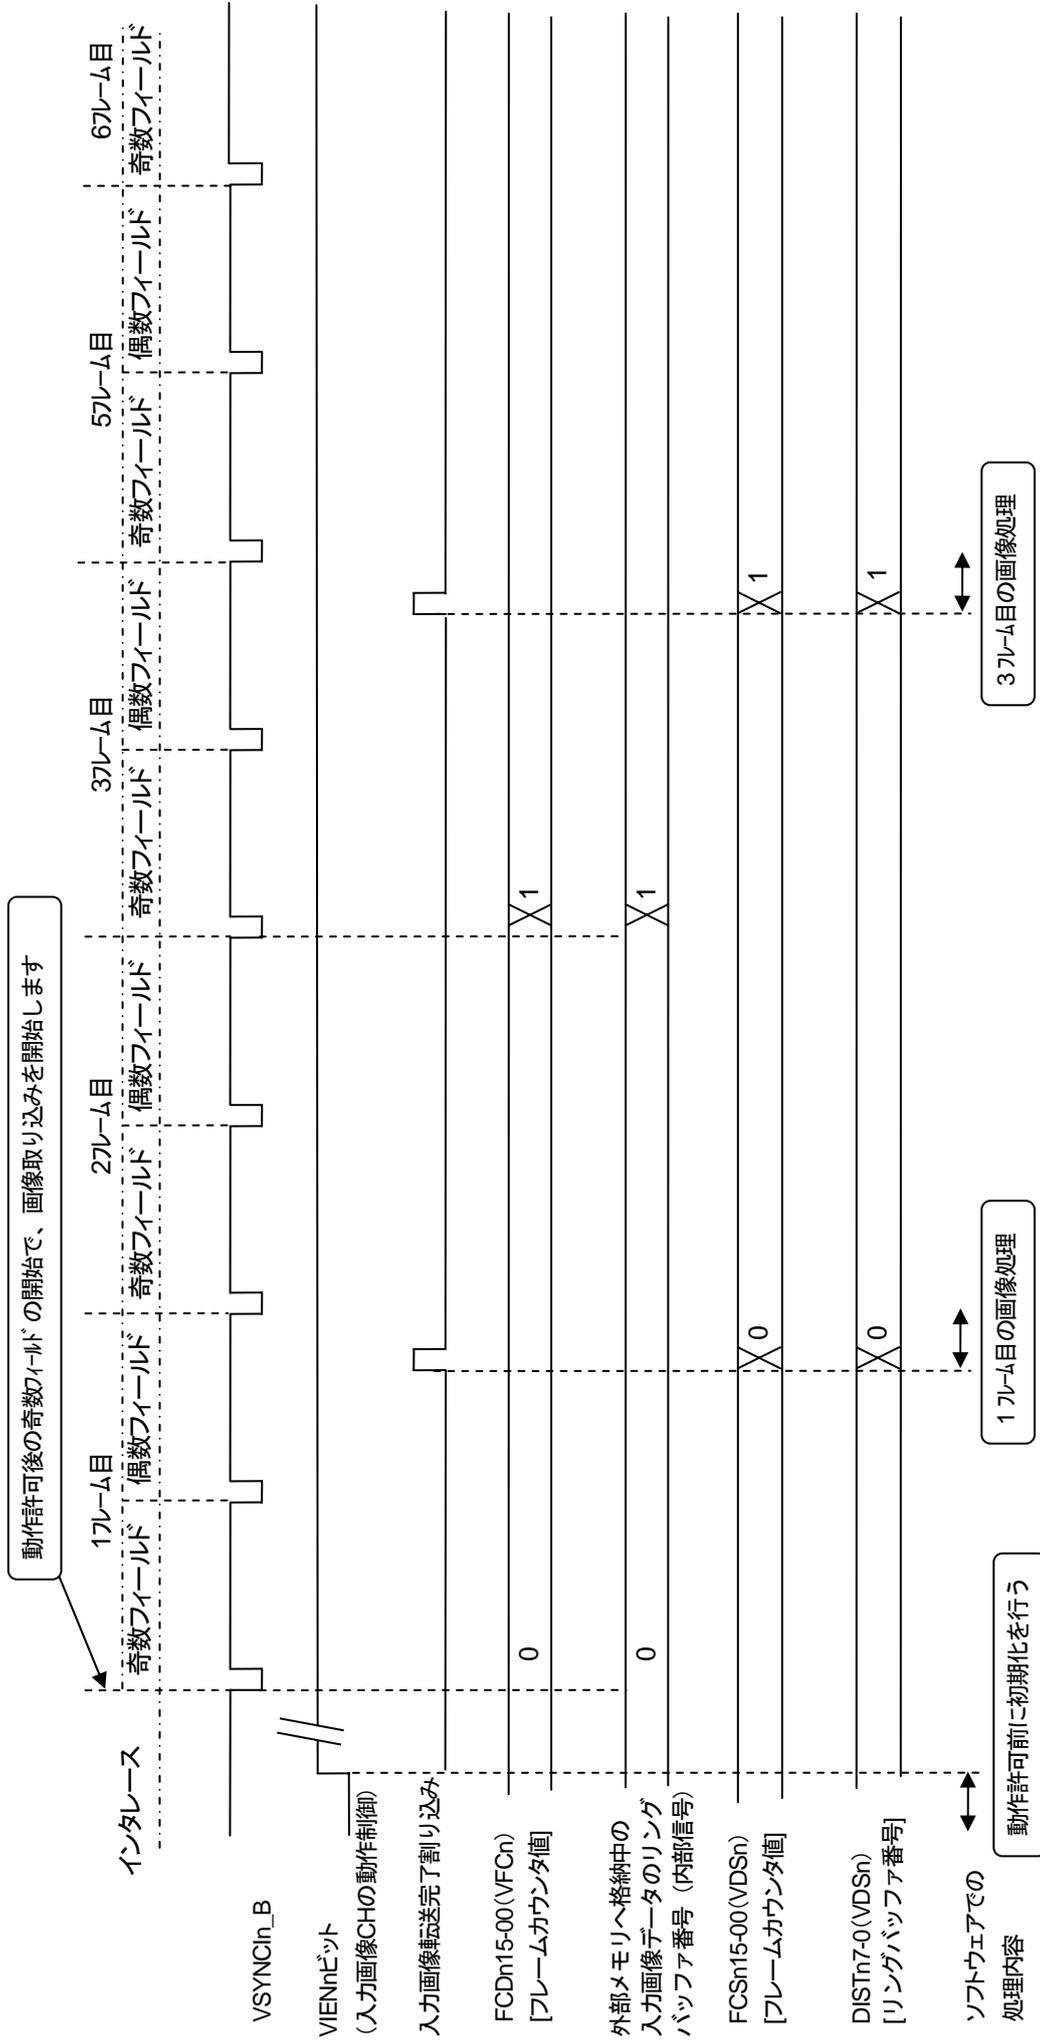

図 10-17 入力画像 CH の取り込み動作 (インターレース/2フレームに1回取り込みの場合/全フィールドを取り込み設定)
- 図 10-17 入力画像 CH の取り込み動作 (インターレース/2フレームに1回取り込みの場合/全フィールドを取り込む設定)